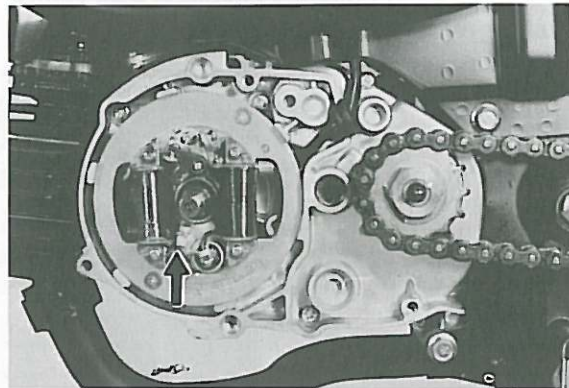

Fig. 2-5-1
1. Apply a few drops of light-weight machine oil or distributor lubricant to the point cam lubricator. (Fig. 2-5-1)
1. Appliquer quelques gouttes d'huile à mécanisme ou de lubrifiant pour distributeurs sur le feutre de graissage de la came de rupteur. (Fig. 2-5-1)
1. Einige Tropfen leichtes Maschinenöl oder Unterbrecherschmiermittel auf die Unterbrechernocke-Schmiervorrichtung auftragen. (Fig. 2-5-1)